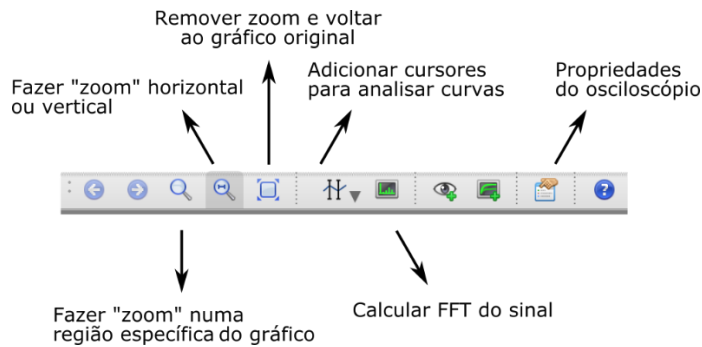

Figura 10 - Descrição dos ícones do osciloscópio.
- 10) A visualização e quantificação de medidas é em grande parte realizado no osciloscópio. Assim, após clicar e abrir o osciloscópio, a barra apresentada na Figura 10 deve ser utilizada para configurar os gráficos do osciloscópio, executar medidas (através de cursores) e definir as escalas dos gráficos (propriedades).